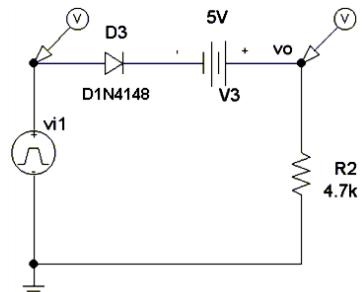

Figura 1 – Circuito Ceifador.
**Questão 1** – Seja o circuito ceifador da Figura 1, onde  $v_{i1}$  é um gerador de sinal. Considerar o diodo de Silício ( $V_F = 0,7$  V).